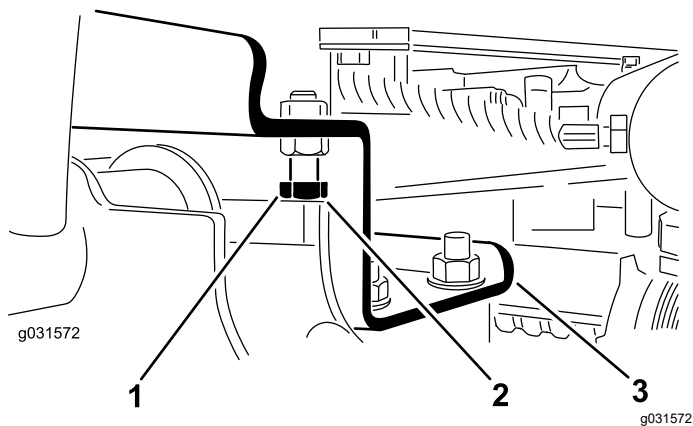

Figure 8
A. Desserrez les boulons d'arrêt (Figure 8).
2. Vérifiez que l'écartement entre chaque bras de levage et le boulon d'arrêt est compris entre 0,13 et 1,02 mm (0,005 et 0,040 po), comme montré à la Figure 8.